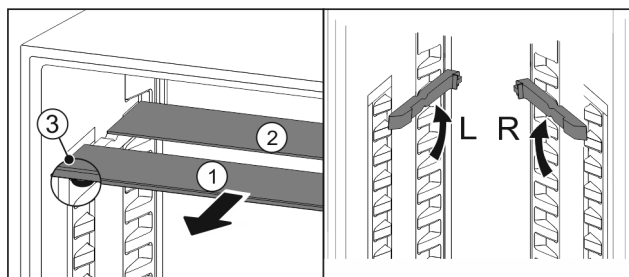

Fig. 73
- ▶ Wyciągnąć Fig. 73 (1) pojedynczo półki szklane do przodu.
- ▷ Płyta szklana Fig. 73 (1) z listwą ozdobną znajduje się z przodu.
- ▷ Stopery Fig. 73 (3) wskazują w dół.